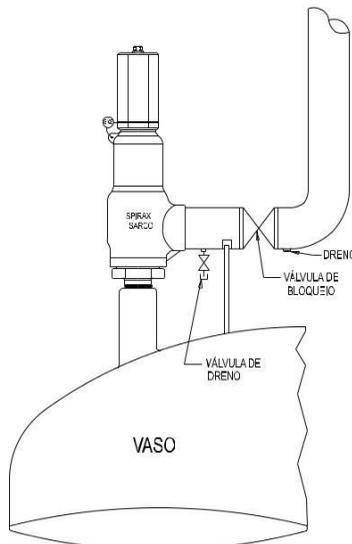

Figura 05
• Puede instalarse en la tubería de salida de la válvula, una válvula de bloqueo de paso completo y de diámetro nominal igual o mayor que el diámetro de salida de la Válvula de Seguridad y Alivio, siempre que se cumplen las recomendaciones de la Estándar API RP 520 Parte 2, del código ASME Sección VIII UG135 (d) y del Apéndice M de este código (Figura 05).